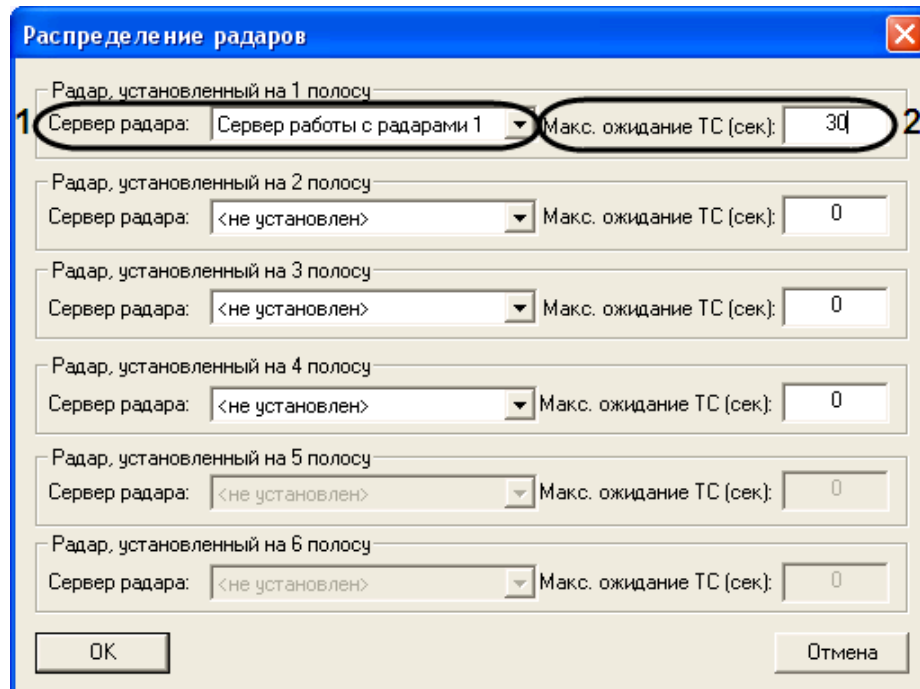

Рис. 7.4—16. Настройка совместной работы программных модулей «Детектор транспорта» и «Радар»
- 3.1. Выбрать Сервер работы с радаром из списка «Сервер радара». В данном списке требуется выбрать объект «Сервер работы с радаром», который соответствует устройству «Радар», направленному на полосу дорожного движения, по которой требуется определять скорость движения транспортных средств (см. Рис. 7.4—16, 1).